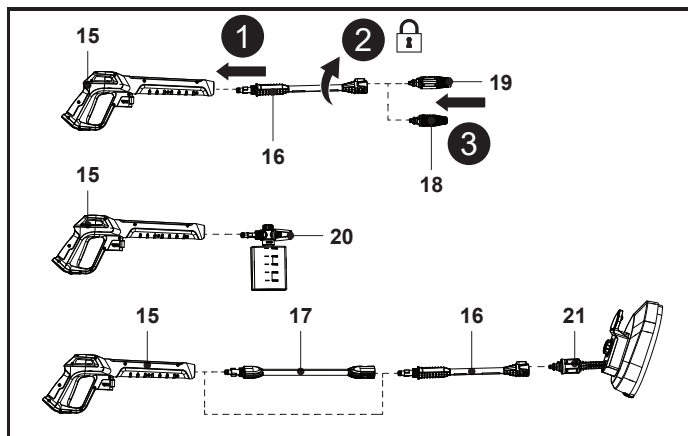

Fig. 5
1. Aligner et insérer la lance télescopique (16) dans l'extrémité du pistolet de pulvérisation (15) (Fig. 5, étape 1).
2. Enfoncer et tourner manuellement la lance télescopique (16) dans le sens horaire sur le pistolet de pulvérisation (15) jusqu'à ce qu'elle soit bien serrée pour la verrouiller (Fig. 5, étape 2).
3. Aligner les deux robinets de buse sur les fentes de la lance télescopique (16), puis insérer la buse turbo (18) ou la buse variable (19) jusqu'au bout (Fig. 5, étape 3).
4. Aligner les deux robinets de la buse pour flacon de détergent (20) sur le pistolet de pulvérisation (15), puis pousser et tourner manuellement la buse pour flacon de détergent (20) dans le sens horaire sur le pistolet de pulvérisation (15) jusqu'à ce qu'elle se verrouille.
5. La brosse de nettoyage pour terrasse (21) peut être assemblée sur la lance télescopique (16), puis la combinaison peut être assemblée directement sur le pistolet de pulvérisation (15) ou via la perche télescopique (17).